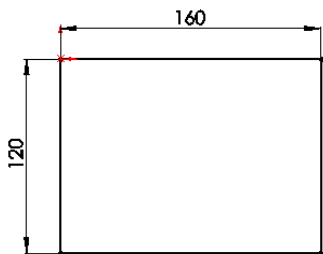

图 4-63 绘制的草图
**05** 绘制草图。在菜单栏中选择“工具”→“草图绘制实体”→“矩形”命令，以原点为一角点绘制一个矩形并标注尺寸，结果如图 4-63 所示。